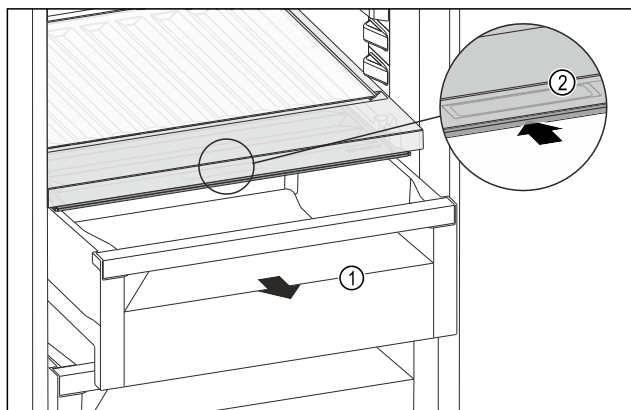

Fig. 124
- 拉出抽屉 Fig. 124 (1)。
- 抓住抽屉盖上的内嵌式拉手 Fig. 124 (2)，并同时向后推入抽屉盖。